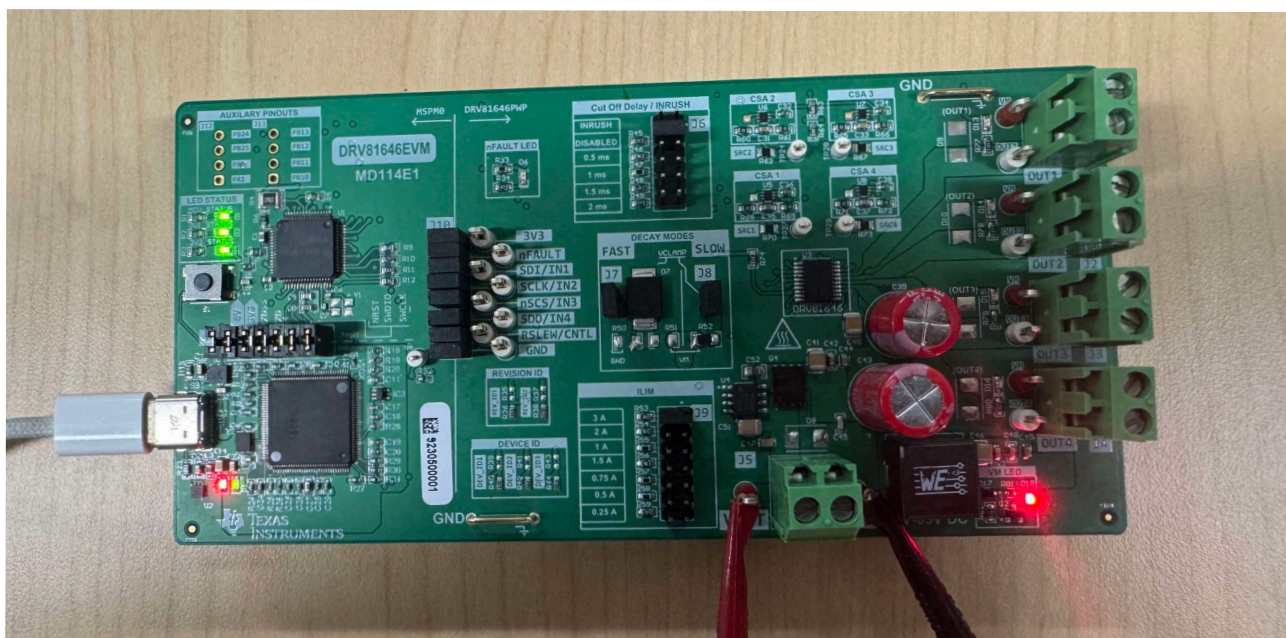

図 2-6. ハードウェア設定
3. 電源をオンにします。LED D18 (VM) が点灯します。設定画像は、図 2-6 を参照してください。この評価基板は、間違った電源接続による損傷を防止するための、逆極性保護機能を搭載しています。LED D18 インジケータが点灯しない場合は、電源の極性接続が正しく構成されていることを確認してください。
5. これでセットアップが完了です。設定画像は、図 2-6 を参照してください。